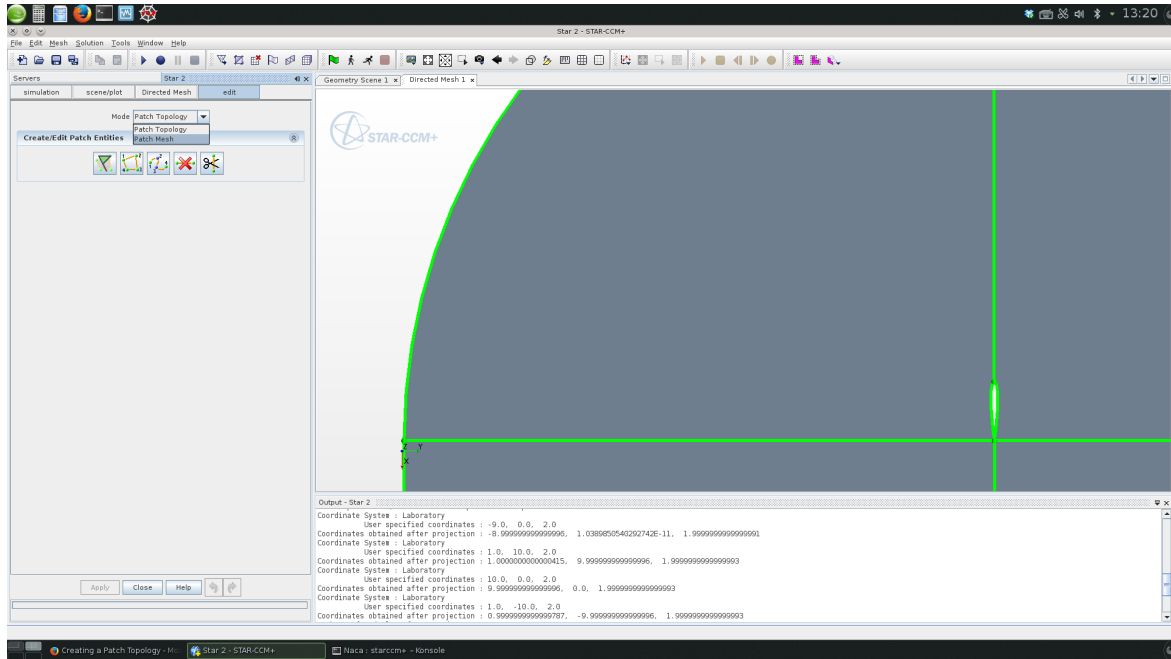

FIGURE 7 – Fin de création des patches, passage en mode “patch mesh”
- Le contour doit être vert, passer en mode “patch mesh” (voir Fig. 7).